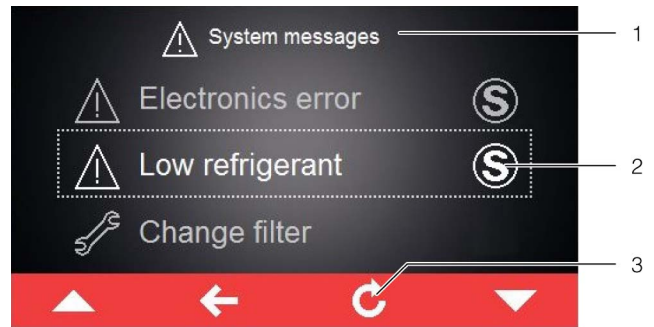

Fig. 30 : écran avec des messages de défaut
Si un message de défaut qui ne peut pas être supprimé par l'exploitant lui-même se produit et ne disparaît plus, le symbole « Maintenance » est affiché derrière le message de défaut ainsi que dans la barre d'outils à côté du symbole pour les informations système (fig. 30, pos. 2).